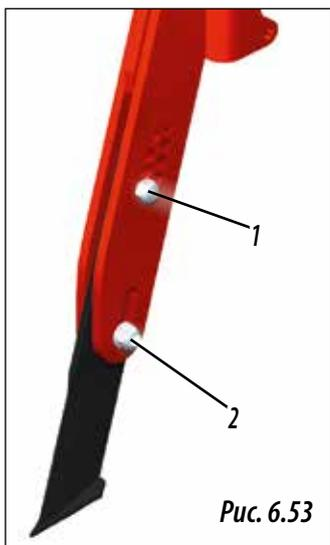
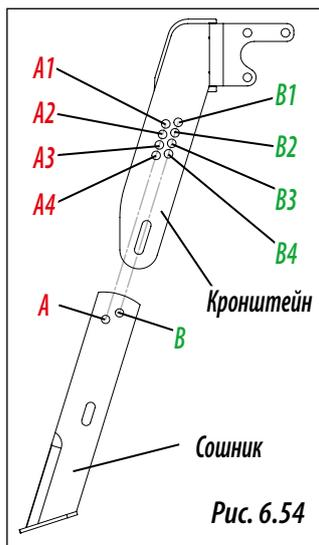

Рис. 6.53
Рис. 6.54
- 1- Снять гайку и установочный болт (1, рис. 6.53).
- 2- Ослабить гайку и крепежный болт (2, рис. 6.53).
- 3- Поместить анкерный сошник на требуемый уровень, при этом отверстия сошника (А или В, рис. 6.54) должны совпасть с отверстиями кронштейна.
КРЕПЕЖНЫЙ БОЛТ (1, РИС. 6.53) УСТАНАВЛИВАТЬ В ОТВЕРСТИЕ СОШНИКА С ТЕМ ЖЕ БУКВЕННЫМ ОБОЗНАЧЕНИЕМ, ЧТО И ОТВЕРСТИЕ КРОНШТЕЙНА (РИС. 6.54). ПОЛОЖЕНИЕ ОТВЕРСТИЙ И БОЛТОВ «А» И «В» **НЕ ВЗАИМОЗАМЕНЯЕМЫ**. СООТНОШЕНИЕ МЕЖДУ ГЛУБИНОЙ ХОДА АНКЕРНОГО СОШНИКА И ПОЛОЖЕНИЕМ УСТАНОВОЧНОГО БОЛТА (1, РИС. 6.53) ПРИВЕДЕНЫ В СЛЕДУЮЩЕЙ ТАБЛИЦЕ И НА РИСУНКЕ 6.54.